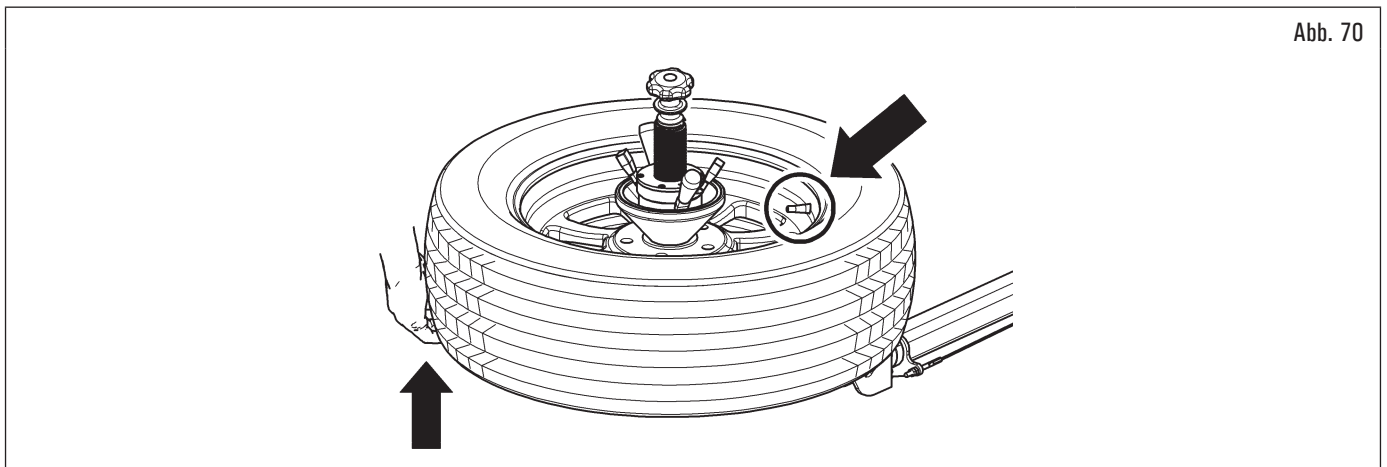

Abb. 70
8. das Ventil in Übereinstimmung mit der unteren Abdrückrolle positionieren, den Reifen manuell auf die Abdrückrolle drücken (siehe Abb. 70) und mit dem entsprechenden Knopf (Abb. 6 Pkt. 2 (L)) die untere Abdrückrolle anheben;